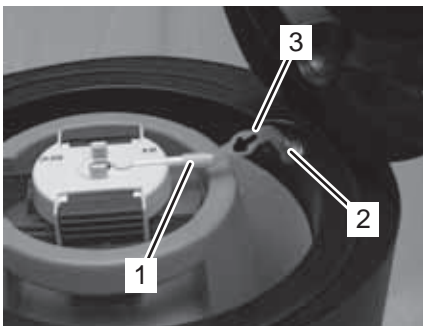

Fig. 28
12. Posez le fût dans la chambre de réfrigération de manière à ce que l'alimentation en air « Air In » (Fig. 28/1) de l'adaptateur de fût soit orientée vers l'arrière.
13. Reconnectez maintenant l'alimentation en air « Air In » (Fig. 28/1) et celle de l'appareil (Fig. 28/2) avec un tuyau à air (Fig. 28/3). La flèche figurant sur le tuyau à air doit alors être orientée dans la direction de l'alimentation en air « Air In » sur l'adaptateur de fût.